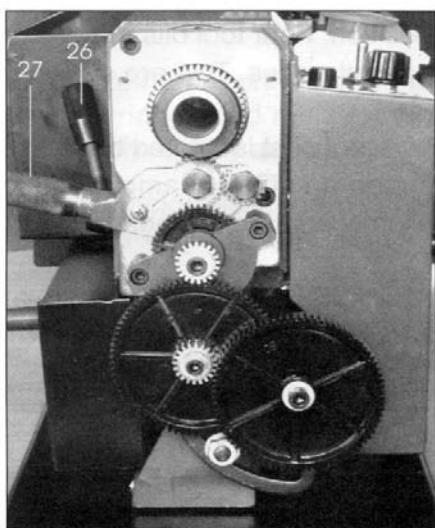

Рис.2
Зубчатый механизм, показанный на Рис. 2, передаёт вращение винту подачи. Винт подачи работает, как червяк, и во время эксплуатации рукоятки автоподачи (15), которая крепится гайкой к винту подачи, передаёт вращение суппорту, а затем режущему инструменту. Таким образом, подача передаётся для нарезания резьбы и обточки. Частота вращения винта подачи и скорость режущего инструмента определяется конфигурацией коробки передач. Подробно Вы можете почитать об этом в разделе «Резьбонарезание».